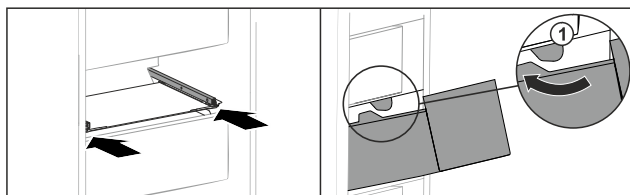

Fig. 151
- ▶ Ved'te zásuvku podél zářezek Fig. 151 (1).